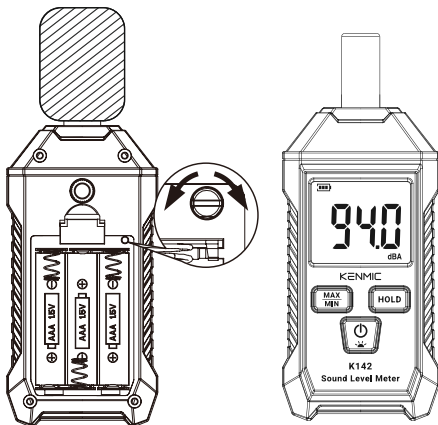

Figura 1
2. Aprire l'interruttore di alimentazione del standard audio (94dB @ 1kHz), utilizzare il cacciavite a testa piatta per regolare il potenziometro che si trova all'interno vicino al foro di apertura del prodotto, col fine di fare presentare sul display LCD 94.0(figura 1).